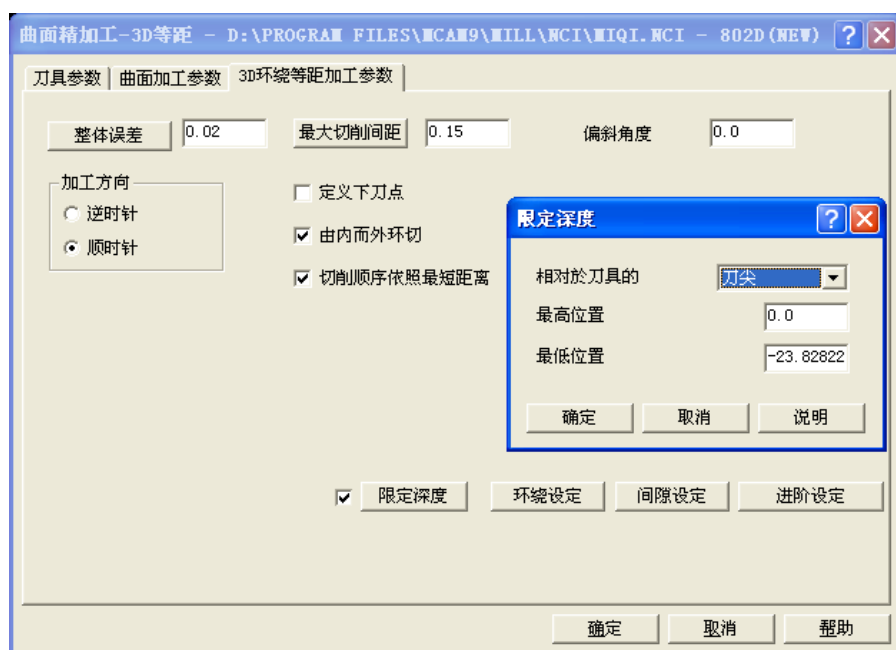

图 6-10 3D 环绕等距加工参数
4) 选择“曲面精加工—3D 等距”，从刀库中选择  $\phi 3R1.5$  球刀，在“刀具参数”选项卡中输入进给率：400、下刀速率：200、提刀速率：2000、主轴转速：3000，冷却液：喷油，其余参考高度、进给下刀位置、图形选择和切削范围等均同步骤 1)；在“3D 环绕等距加工参数”选项卡中单击“整体误差”按钮，选择过滤的比率为 1:1，设定整体误差 0.02，其余默认，设定最大切削间距：0.15，勾选“由内而外环切”“切削顺序依照最短距离”，勾选“限定深度”，设定最高位置：0.0、最低位置：-23.82822，如图 6-10 所示，单击“间隙设定”，设定容许的间隙点选“距离”，其余默认。